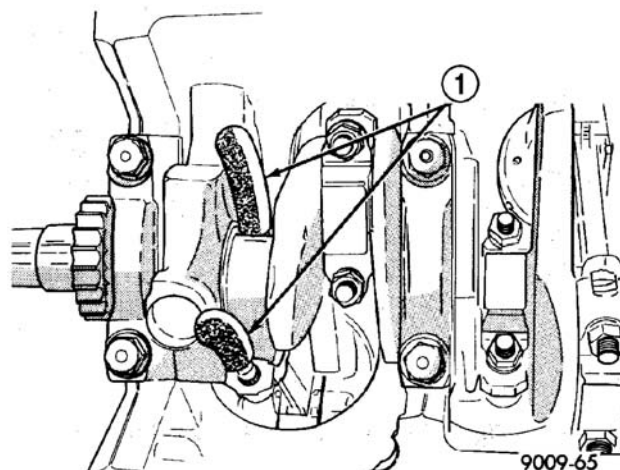

图 79 连杆保护器
(6) 拆卸连杆盖。在连杆螺栓上安装连杆螺栓保护器（图 79）。
(7) 将每个活塞卸下，并与气缸孔外的连杆组件连接。